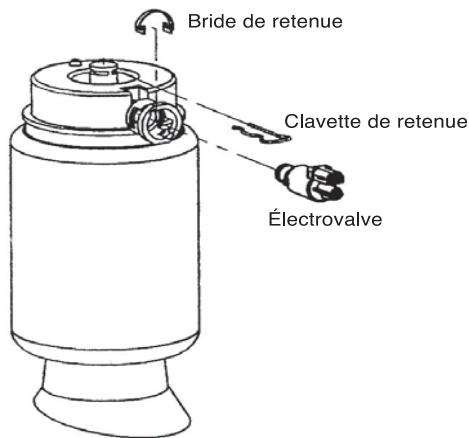

FIG 1
11. (FIG. 1) Déconnecter le connecteur électrique au sommet du ressort. La canalisation d'air est enlevée en poussant sur la petite baguette extérieure colorée et en tirant sur la canalisation en même temps. Pour purger l'air des ressorts pneumatiques, enlever la bride de l'électrovalve et tourner les électrovalves dans le sens anti-horaire jusqu'à la première butée. Ceci permettra à l'air dans le ressort et dans le système de s'échapper lentement. (Consulter le manuel du propriétaire Ford au besoin.)
12. (FIG. 1) Faire pivoter l'électrovalve à la seconde butée et l'air s'échappera rapidement. Tout l'air doit être purgé du système avant d'enlever l'électrovalve. Faire pivoter l'électrovalve à la troisième butée. L'électrovalve peut ensuite être enlevée du boîtier du ressort pneumatique. La canalisation et le connecteur doivent être placés dans un sac poly et scellés avec du ruban électrique pour empêcher la pénétration d'humidité, pour réutilisation si le système pneumatique doit être réinstallé.